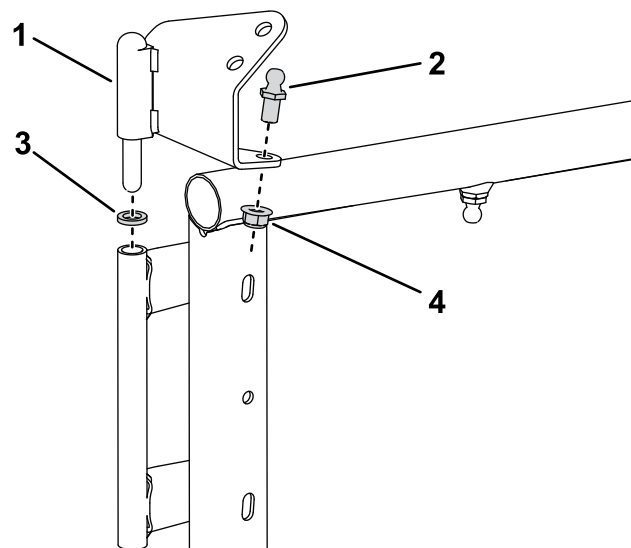

図 4
3. 図4のように左上蝶番にスタッドを取り付け、 $10\ 12\ \text{N}\cdot\text{m}$   $1.04\text{-}1.27\ \text{kg}\cdot\text{m}$   $= 90\ 110\ \text{in}\cdot\text{lb}$  にトルク締めする。
4. 図4のように、左上蝶番とスペーサをピボット上部に取り付ける。